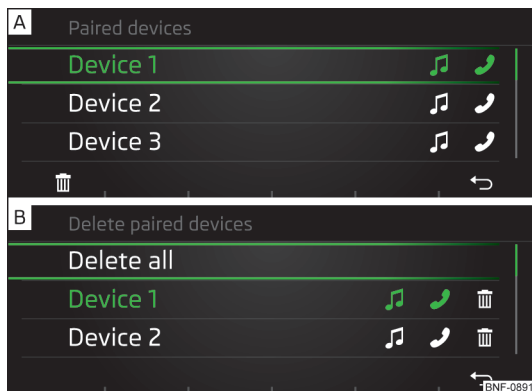

Рис. 115
У списку сполучених зовнішніх пристроїв за наявності з'єднання з телефоном відобразяться наведені нижче символи профілів Bluetooth® » Рис. 115 - [A].
- Регулятором оберіть зовнішній пристрій » Рис. 115 - [A].
- Натисніть функціональну кнопку » Рис. 115 - [A].
- Регулятором оберіть зовнішній пристрій » Рис. 115 - [B].